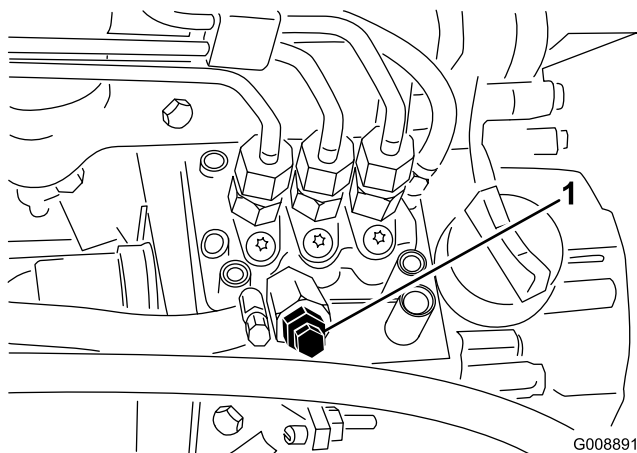

図 26
3. 燃料噴射ポンプについているエア抜きネジ（図 26）をゆるめる。